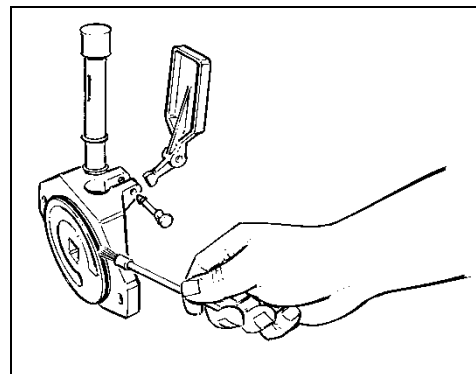

Fig. 21
- **L**ubrique correctamente la empaquetadura de cierre de la brida frontal (fig.21).